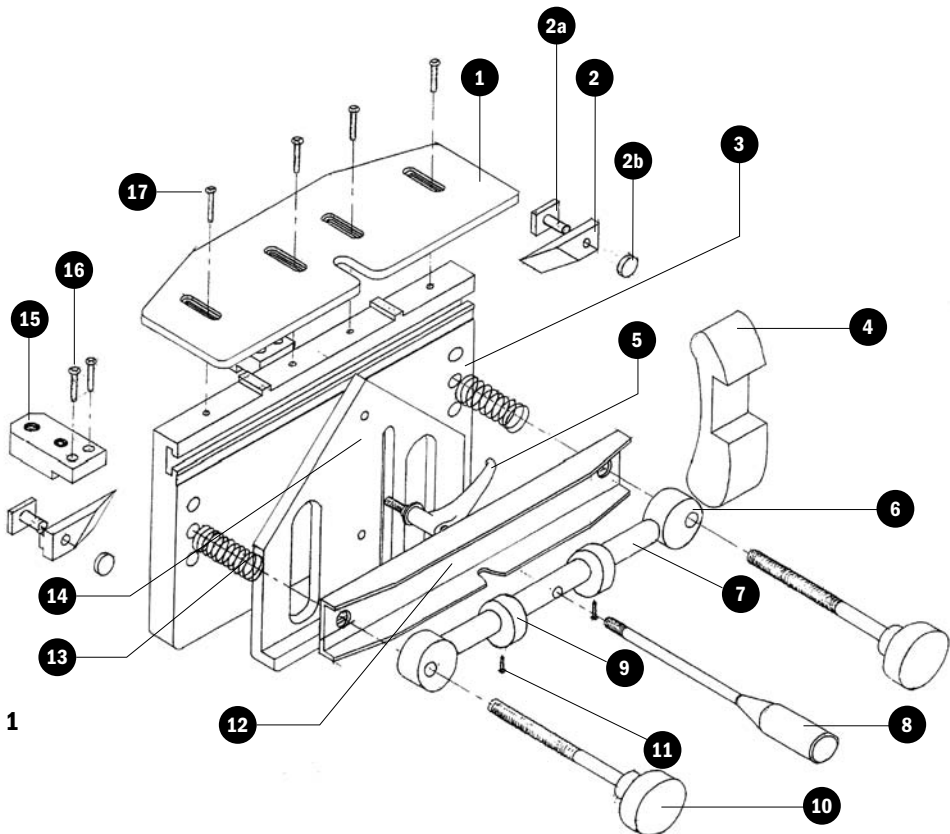

Fig. 1
El sistema de junta **CMT-ENLOCK1** ha sido proyectado para enroscarlo a la mesa de trabajo a través de los orificios ubicados en el pie de soporte (**Fig. 1, pos. 15**). Antes del uso, asegúrese de que la unidad es estable y de que está fijada firmemente en su lugar.